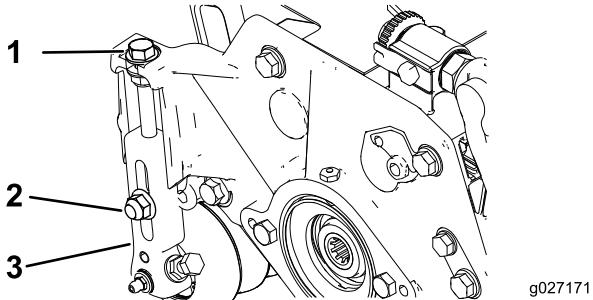

Рисунок 15
1. Ослабьте контргайки, которые крепят рычаги регулировки высоты скашивания к боковым пластина姆 режущего блока (Рисунок 15).